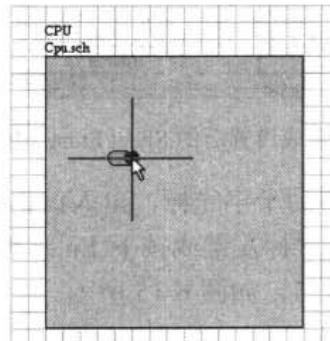

图 6-12 准备放置方块电路出入口
- (8) 进入放置方块电路出入口状态：单击电路绘制工具栏中的按钮 ，或执行菜单命令 Place|Add Sheet Entry，光标将变成十字形状，移动鼠标使光标到 CPU 方块电路图中（只有把光标移动到方块电路图中才能放置方块电路出入口），单击鼠标左键或按下 Enter 键，确定在此方块电路图中放置方块电路出入口，方块电路图中十字光标上将出现浮动的方块电路出入口，如图 6-12 所示。